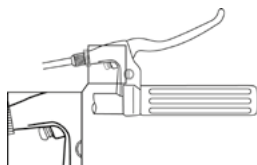

Abb. 5
1. Richten Sie den Bremshebel durch Hineindreuen bzw. Herausdrehen der Einstellschraube so aus, dass Sie die Bremse sicher bedienen können, wenn Ihre Hand den Lenker am Griff hält (vgl. Abb. 5).